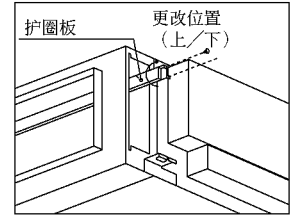

图 2
- (2) 当使用过滤箱 PAC-KE63·80·140TB-F (使用过滤网: 高效型过滤网) 时, 更改护圈板的位置 (上/下)。(图 2)